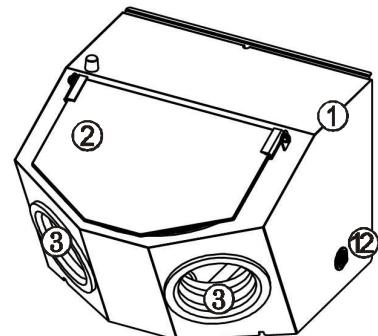

Рис.1 8.0 МЕДИУМ
Рис.1а Вид сверху
Рис.1б Вид сзади
6.8 Разместить требуемые инструменты, устройства, обеспечив их удобную эксплуатацию. Возможна установка блока управления бормашины БМ 2.0 ЭКО ПРОФИ в заднем отсеке, см. рис.1 а,б, крепление на магниты.